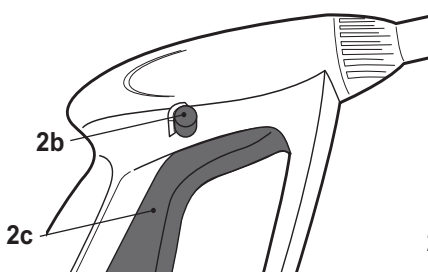

Fig. 15, posição bloqueada, o gatilho está desativado
- > Quando o bloqueio do gatilho (2b) está na posição de bloqueio, o gatilho da pistola de pulverização (2c) será desativado (Fig. 15). Utilize o bloqueio do gatilho sempre que o aparelho não estiver a ser utilizado, quando for deixado sem supervisão ou durante a montagem de acessórios adicionais.